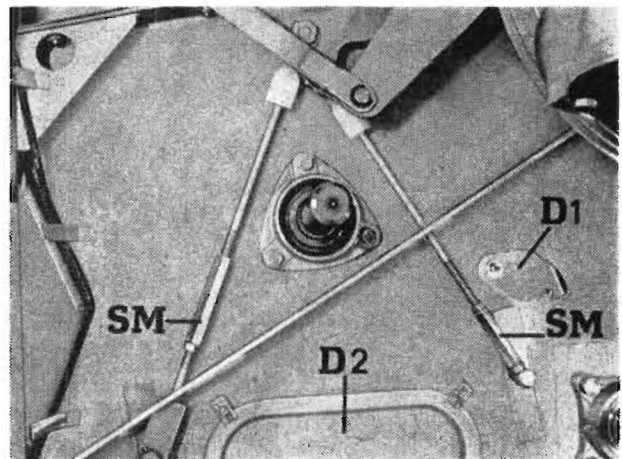

Bild 6/77
Die Kontrolle der Dreschkorbgrundeinstellung erfolgt durch die im Bereich des Dreschkorbes in den Seitenwänden der Maschine befindlichen Schaulöcher. Diese Schaulöcher sind mit Deckeln (D 1 und D 2) verschlossen (Bild 6/77).
Anschließend muß die Länge der Korbzugstangen solange verändert werden, bis die geforderten Maße für den Dreschspalt erreicht sind. Die Verstellung der Korbzugstangenlänge geschieht durch Verdrehen der in ihrem unteren Bereich befindlichen Stellmutter (SM). Nach dem Einstellvorgang müssen alle 4 Stellmutter mit den dafür vorhandenen Kontermuttern gesichert werden (Bild 6/77).